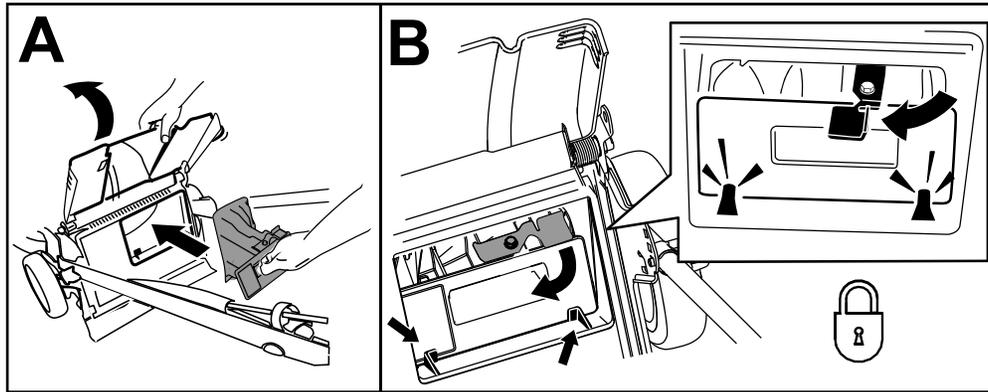

Figure 16
**Important:** Vérifiez que l'obturateur arrière est verrouillé en place. Pour verrouiller l'obturateur, relevez le volet arrière, appuyez fermement sur l'obturateur jusqu'à ce qu'il s'enclenche en position derrière les pattes (encadré A de la Figure 16), et tournez le levier situé sur l'obturateur vers la gauche (encadré B de la Figure 16).